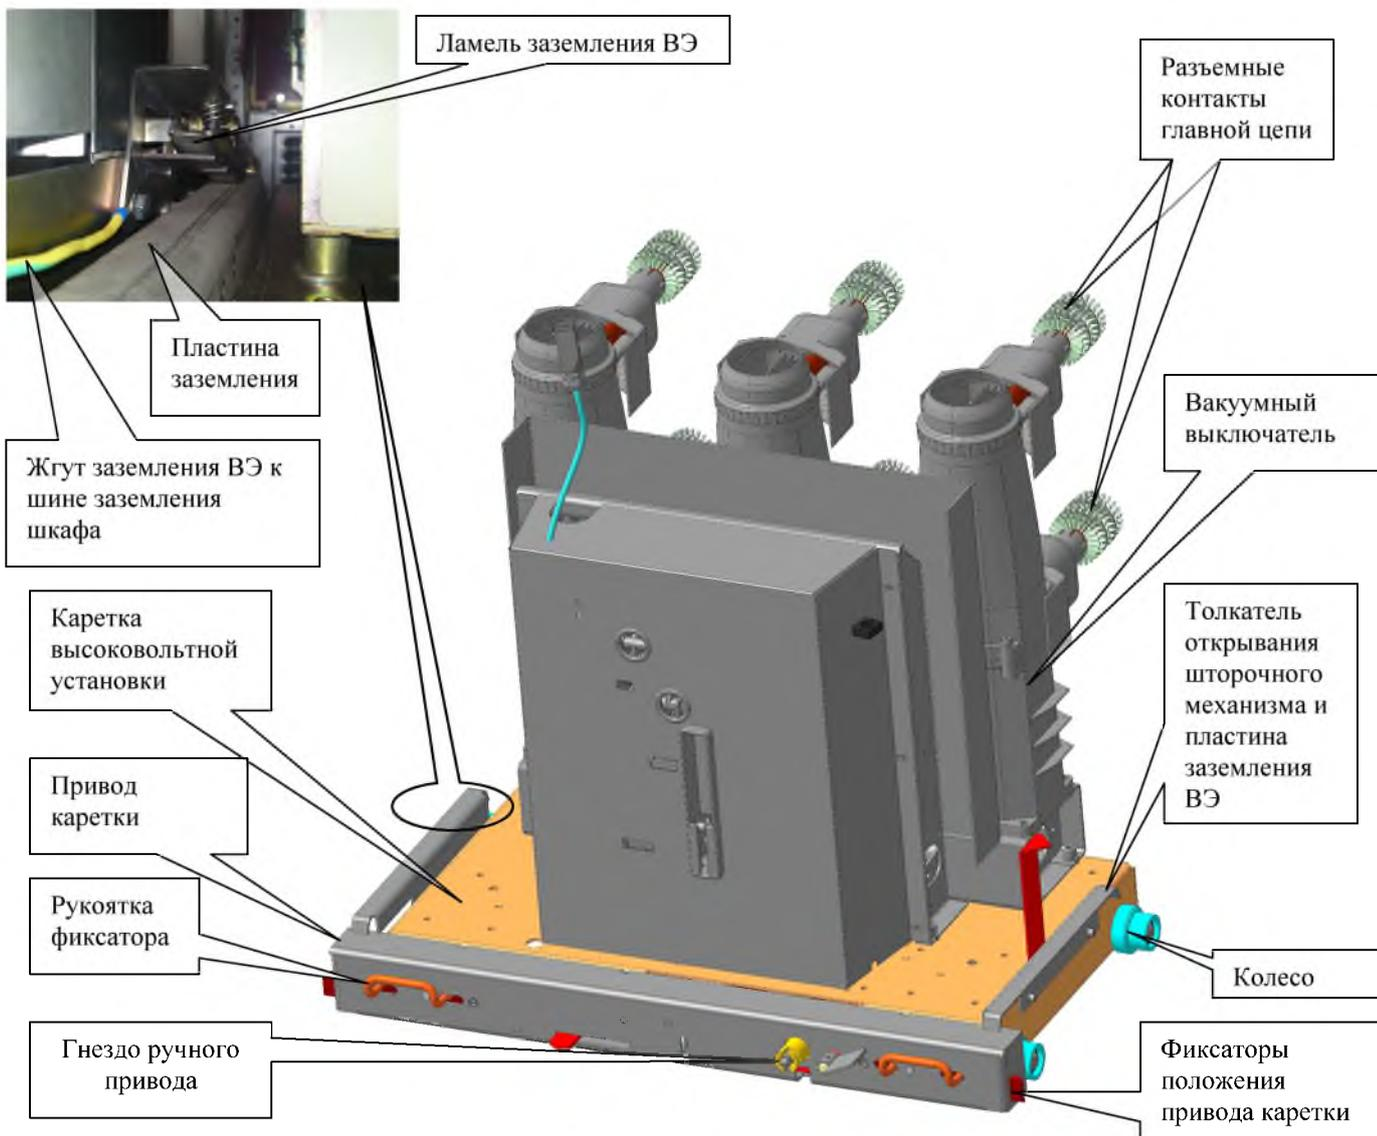
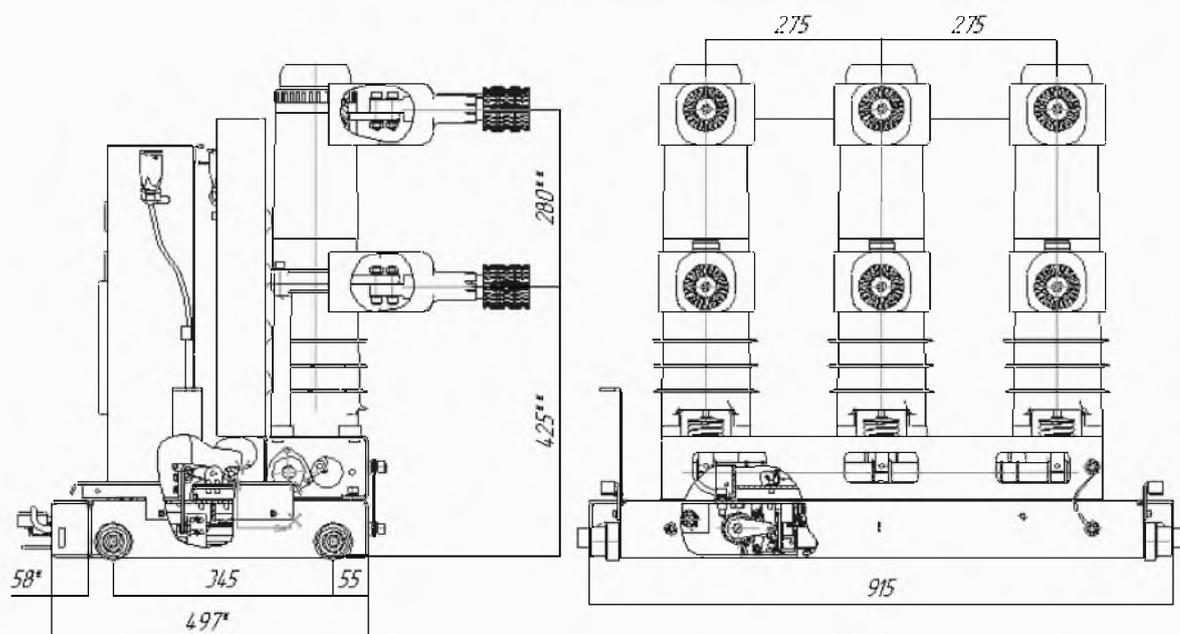

Рисунок 25 - Выдвижной элемент с вакуумным выключателем ВВУ-СЭЩ-Э(П)-20-20/1000(1600)
Рисунок 26 - Выдвижной элемент с вакуумным выключателем ВВУ-СЭЩ-Э(П)-20-20/1000(1600) (основные присоединительные размеры)
- выдвижной элемент вакуумного выключателя ВВУ-СЭЦ-Э(П)-20-20/1000(1600) (Рисунок 25, Рисунок 26);